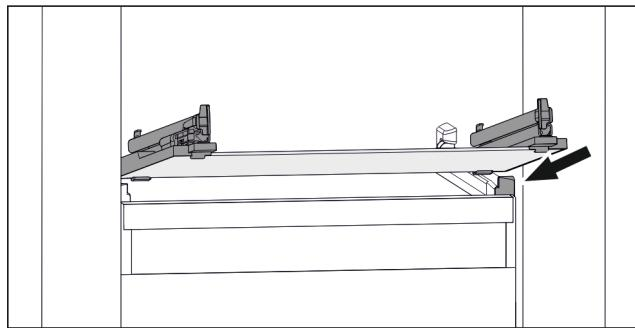

Fig. 101 Primjerni prikaz staklene ploče
- Stavite ladicu ukoso iza zaustavljača. (pogledajte Fig. 101)